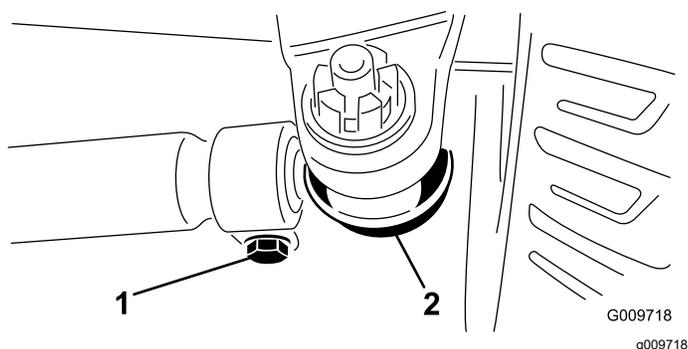

Figure 69
4. Desserrez les fixations aux deux extrémités des biellettes (Figure 69).